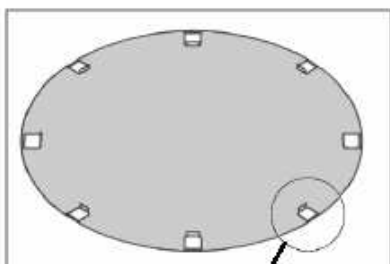

fig. 10
- Placez les plaques de base à distance égale les unes des autres tout autour du périmètre de votre fondation. Si vous utilisez les dalles de patio optionnelles, placez une plaque de base sur chacune d'elles (Fig. 10).